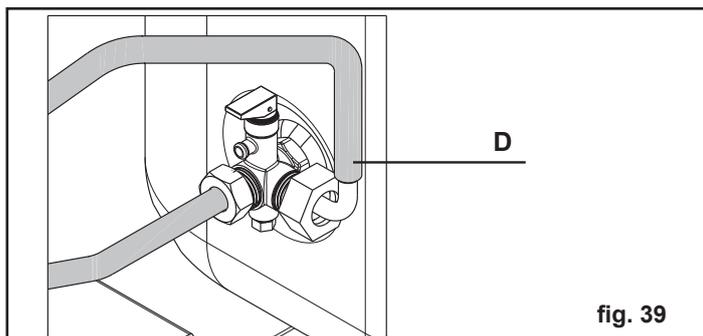

fig. 39
- Collegare l'altra estremità della rampa alla valvola di sicurezza bollitore (D - fig. 39).